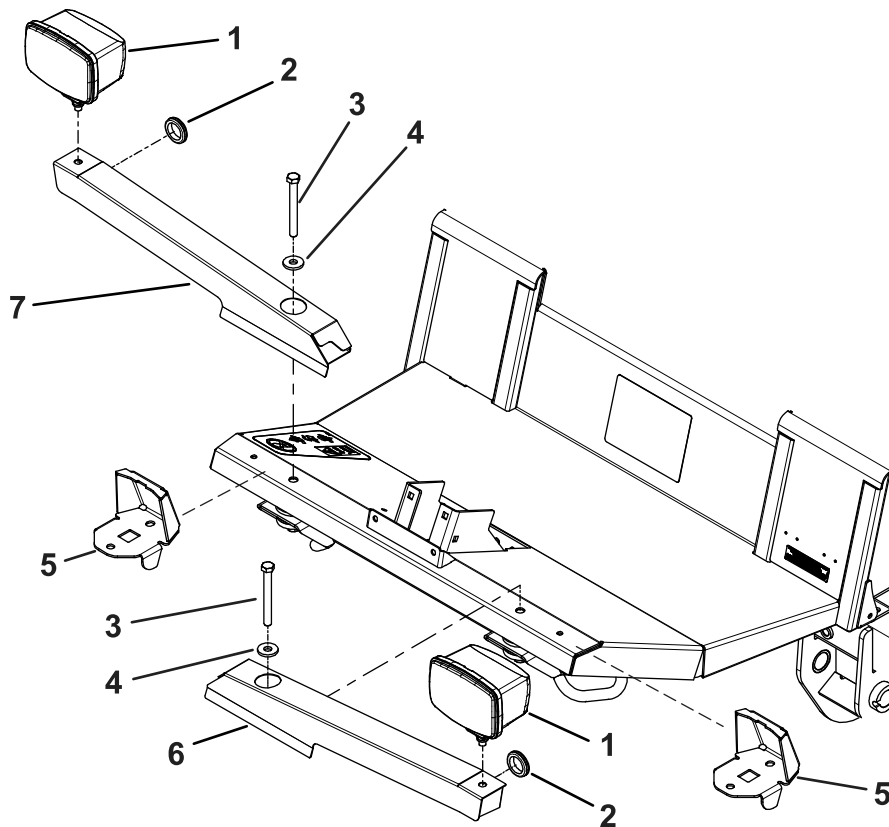

Figure 6
3. Déposez les supports des phares et mettez-les au rebut (Figure 6).
4. À l'aide des fixations que vous avez retirées, montez les supports des phares gauche et droit dans les trous existants à l'avant de la plate-forme de l'utilisateur (Figure 6).
5. Utilisez les fixations des phares pour fixer ces derniers sur les supports gauche et droit (Figure 6).
6. Installez les passe-câbles sur les supports des phares (Figure 6).